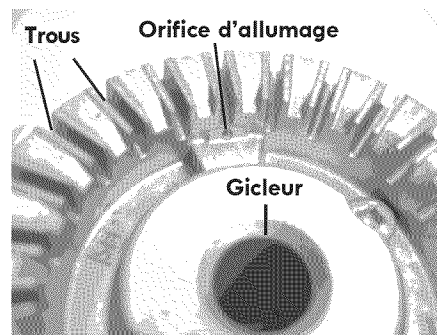

Fig. 1 - Tête de brûleur de la table de cuisson
Chaque brûleur comporte un petit orifice d'allumage (voir illustration). Si vous éprouvez des problèmes d'allumage, il est possible que cet orifice soit partiellement obstrué par des saletés. Avec la tête de brûleur en place, utilisez un fil métallique fin, une aiguille ou l'extrémité d'un trombone pour dégager l'orifice d'allumage (fig. 1; modèle rond illustré; brûleur central ovale de certains modèles non illustré).
1. Ouvrez complètement la porte du four (parallèlement au sol - fig. 1).